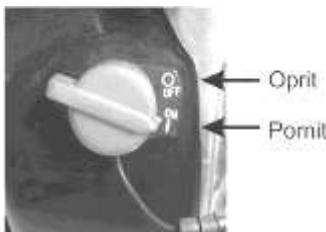

Fig. 37
5. Aduceți întrerupătorul de la motor pe poziția "ON". Vezi Fig.37